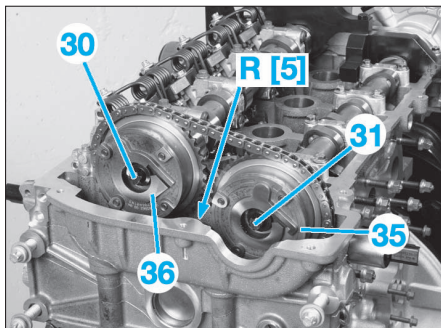

FIG. 15
- Déposer la vis de fixation (30) (Fig.15).
- le pignon (36)
- la vis de fixation (31)
- le pignon d'arbre à cames échappement (35).